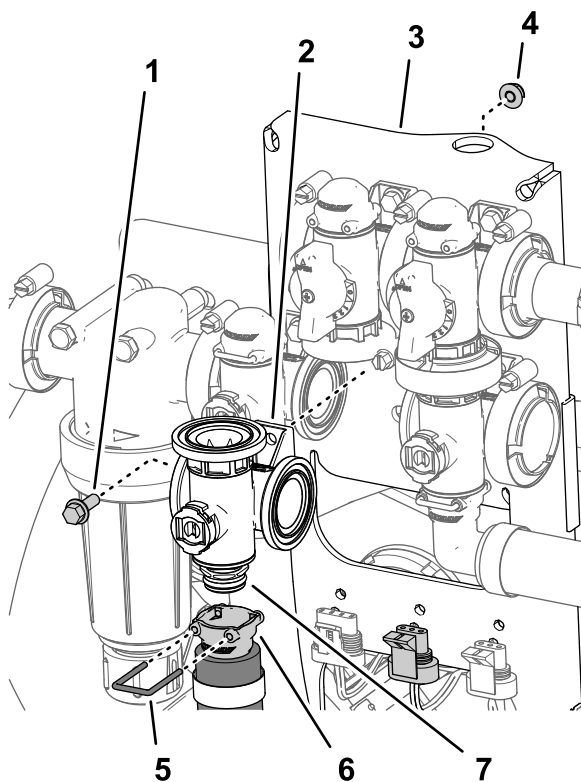

Figure 116
2. Retirez l'étrier qui fixe la douille de raccordement rapide à au raccord rapide du collecteur de la vanne d'agitation (Figure 116).
- Retirez le boulon à embase (1/4" x 3/4") et le contre-écrou à embase (1/4") qui fixent la vanne d'agitation au support, puis déposez le collecteur de la machine (Figure 116).